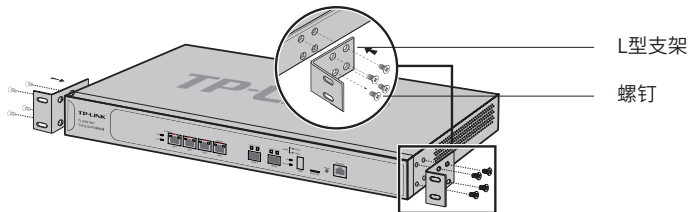

图2-1 支架安装示意图
2. 将配件中的两个L型支架分别安装在路由器面板的两侧, 并用配件中提供的螺钉固定, 如图2-1所示;